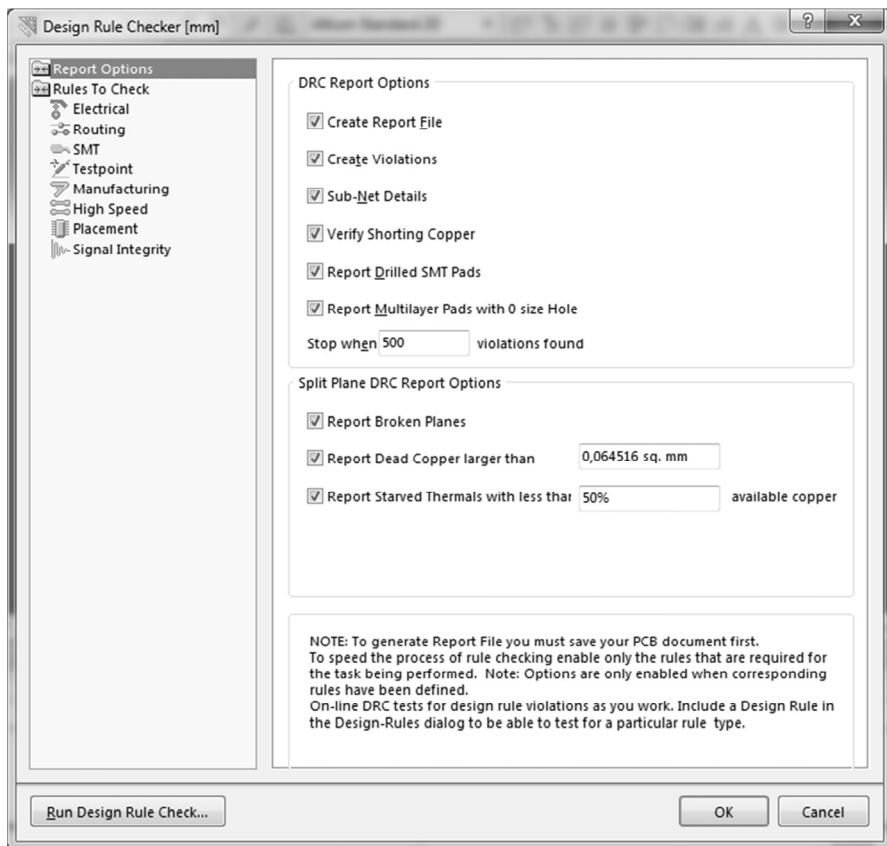

Рис. 4.23. Диалоговое окно Design Rule Checker
2. Из меню **Tools** (Инструменты) выберите **Design Rule Check** (Проверка правил проектирования) (последовательность клавиш: **T, D**). В диалоговом окне **Design Rule Checker** (Проверка правил проектирования), рис. 4.23, настраиваются опции как постоянной (online), так и ручной (batch) проверки. Щелкните на категории, например, **Electrical** (Электрические), чтобы просмотреть относящиеся к ней правила. Для каждого правила доступны опции **Online** (Постоянная) и **Batch** (Ручная). Мы оставим их заданными по умолчанию.